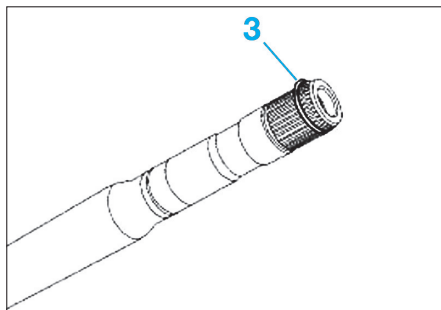

Fig. 6
- Déposer le circlip (3) en bout de transmission (Fig.6).